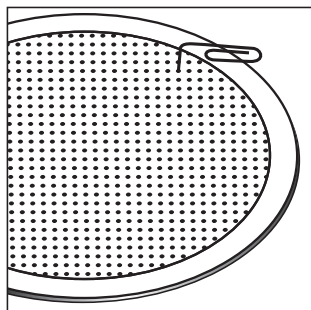

FIGURE 7
1. Separate the parts of the speaker. If the speaker is not yet installed, the grille can be removed simply by pushing the clamp screws forward to push the grille off the speaker from the inside. If the speaker is already in the wall, carefully hook the grille with a bent paper clip and pull it gently away from the frame [figure 7].
1. Séparez les divers éléments du haut-parleur. Si le haut-parleur n'est pas encore installé, la grille peut être retirée en poussant sur les vis des crampons pour éloigner la grille du haut-parleur depuis l'intérieur. Si le haut-parleur est déjà installé dans le mur, dégagez délicatement la grille à l'aide d'un trombone plié [figure 7].